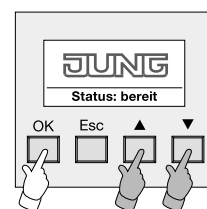

Bild 1:
1. Am Bluetooth Gateway ist der Löschmodus zu aktivieren. Dazu ist im Grundzustand des Gateways die Bedientaste "OK" oder eine der beiden Pfeiltasten zu betätigen (vgl. Bild 1).